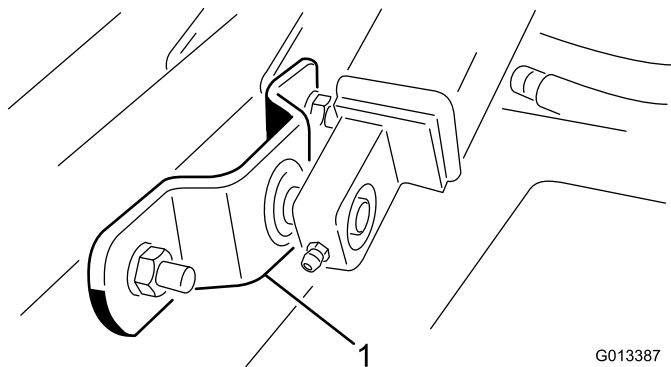

Figura 8
9. Retire los pernos, las arandelas y las contratuercas que sujetan los soportes de los brazos de elevación a los tubos de los brazos de las ruedas giratorias de la unidad de corte (Figura 8).